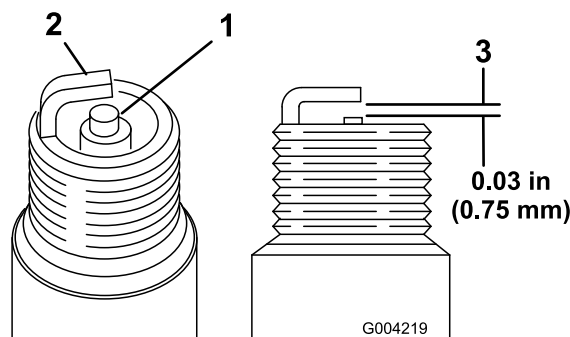

Figura 47
1. Mire la parte central de ambas bujías (Figura 47). Si se observa un color gris o marrón claro en el aislante, el motor está funcionando correctamente. Si el aislante es de color negro, significa que el limpiador de aire está sucio.
2. Compruebe la separación entre los electrodos central y lateral (Figura 47).
3. Si la distancia no es correcta, doble el electrodo lateral (Figura 47).